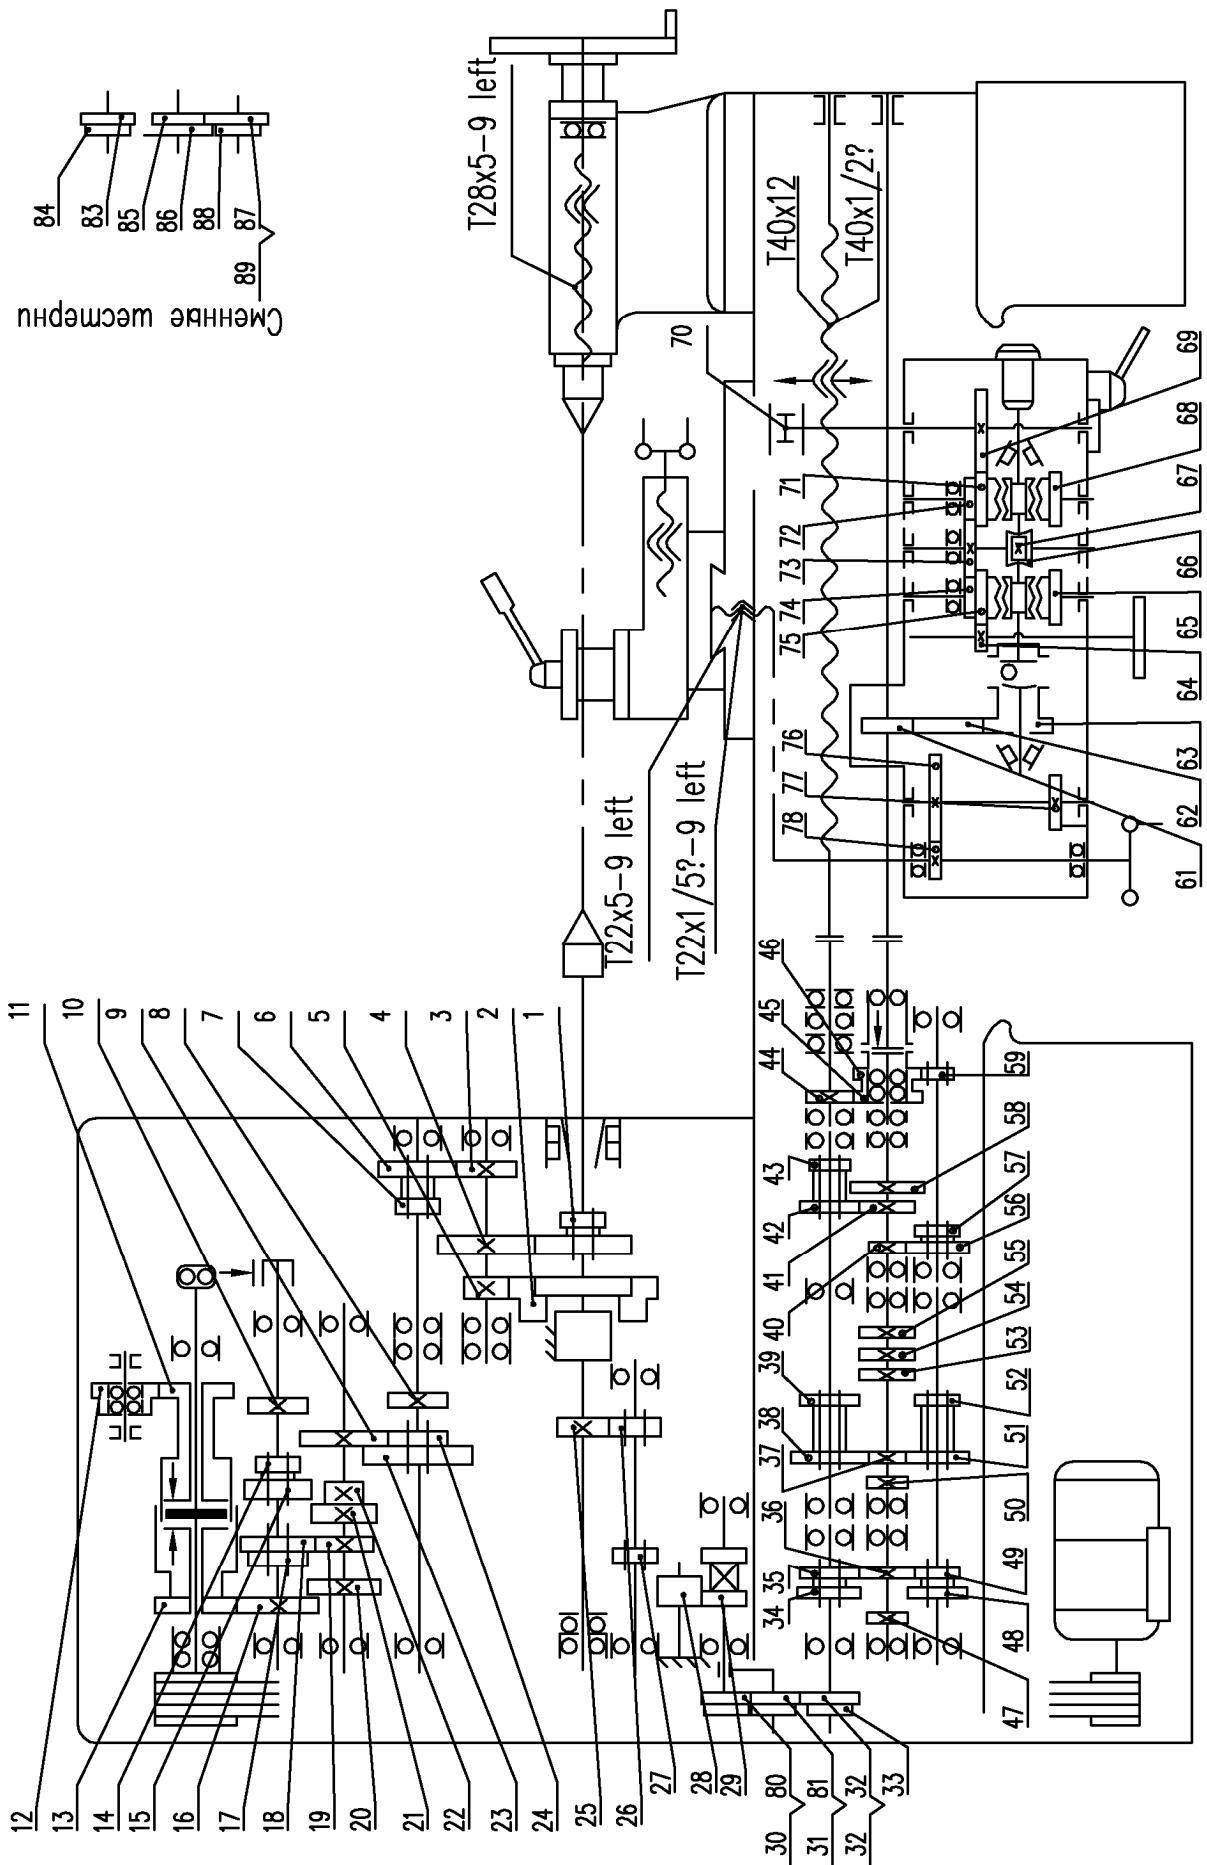

Рис.6: CDE6166A, CDE6266A: схема системы привода
6.4.2. Перечень шестерен, червячных колес и червяков для станков серии CDE6166A, CDE6266A (рис.6).
Перечень шестерен, червячных колес и червяков для станков серии CDE6166A, CDE6266A (рис.6)